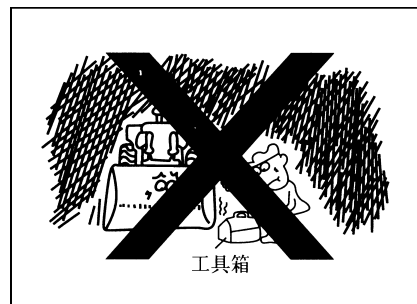

Рис.2–20
- Запрещается сварка и резание пламенем на трубопроводе или корпусе с горючей жидкостью. До сварки и резания, следует очистить негорючей жидкостью, потом проводить сварку или резание. (Рис.2–20)